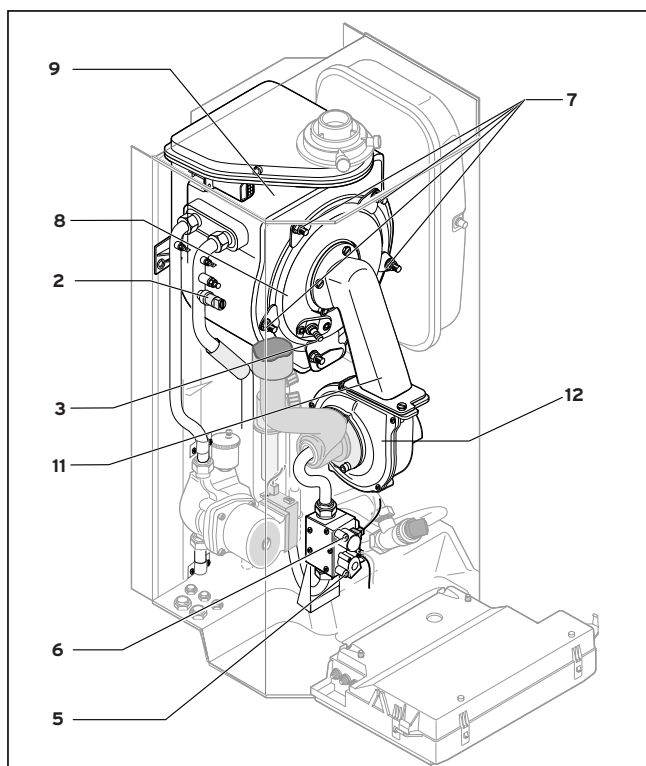

Fig. 7.1 Smontare il modulo termico compatto
Il modulo termico è costituito dal ventilatore a giri variabili, dalla valvola gas, dal condotto di miscelazione e dal bruciatore a immersione. Queste quattro singole componenti formano l'unità costruttiva comune denominata modulo termico compatto. Per lo smontaggio procedete nel modo riportato qui di seguito: (vedi fig. 7.1)
- Inserire il modulo termico compatto (8) sullo scambiatore di calore integrale a condensazione (9, fig. 7.1).
- Avvitare i 5 dadi (7) omogeneamente in modo incrociato.
- Collegare i due connettori della conduzione di accensione e di messa a terra all'elettrodo di accensione (3).
- Attaccare i cavi (5) sul motore del ventilatore.